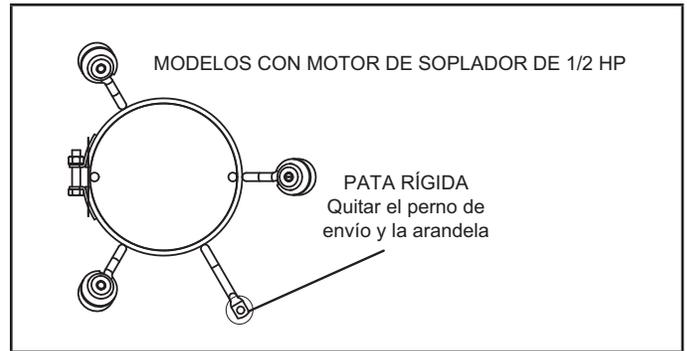

FIGURA 12
**NOTA** - Las unidades con motores de soplador de 1/2 hp están equipadas con tres patas flexibles y una pata rígida. Ver la Figura 12. La pata rígida está equipada con un perno de envío y una arandela plana de plástico blanca (en vez de la arandela de montaje de caucho utilizada con una pata de montaje flexible). **Se debe quitar el perno y la arandela antes de poner el calefactor en funcionamiento.** Después de haber quitado el perno y la arandela, la pata rígida no tocará el alojamiento del soplador.